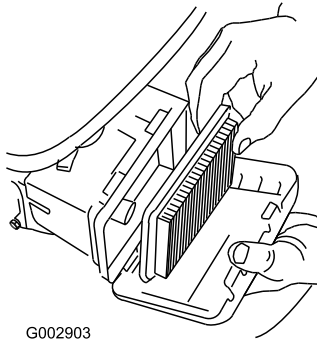

Bild 36
3. Entfernen Sie den Luftfilter (Bild 36).